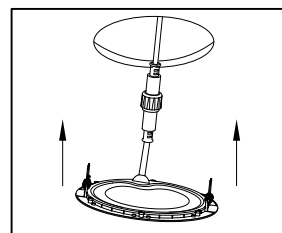

fig. 4
5. Faites pivoter et maintenez les deux clips à ressort vers le haut pour permettre le passage à travers le trou du plafond. Continuez à pousser le module d'éclairage à travers le trou jusqu'à ce qu'il soit solidement fixé et affleure le plafond (fig. 4).